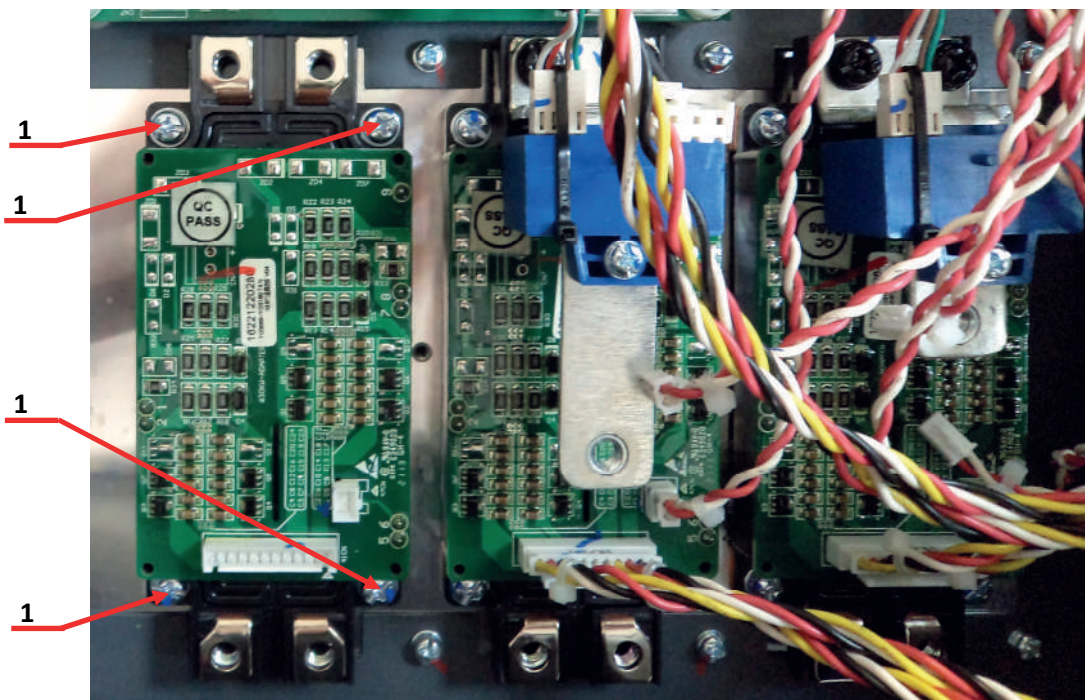

Рис.6.27
6.12.5. Открутить 4 винта поз.1 (рис.6.27) и положить их в тару 3.1.17.